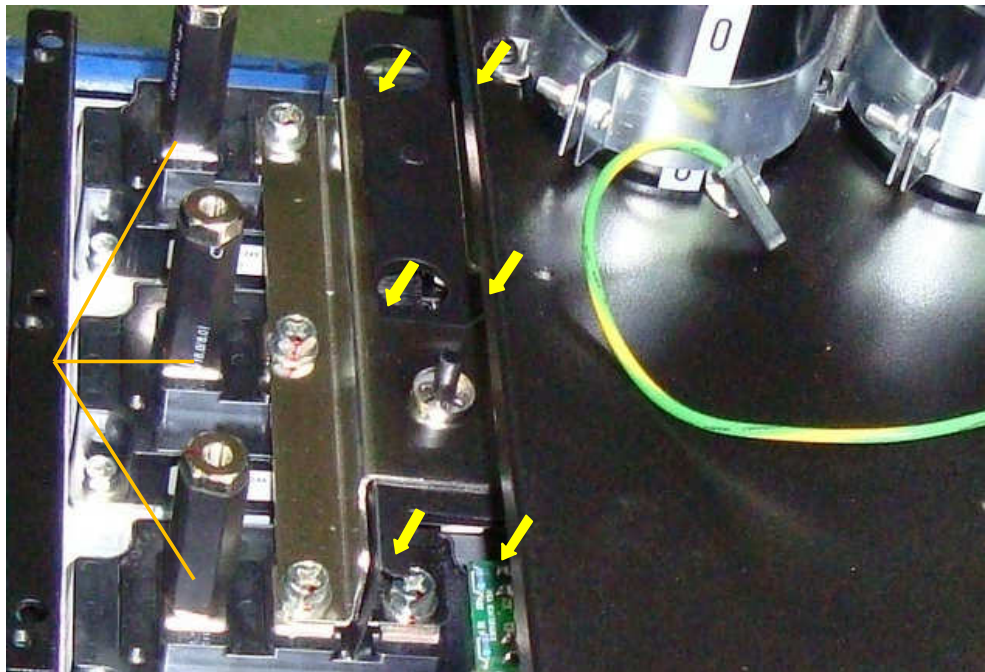

Рис. 7.14
- вкрутить неплотно шесть винтов крепления шин «+» и «-» блока конденсаторов в контакты «2», «3» модулей IGBT (рис. 7.14, желтые стрелки).